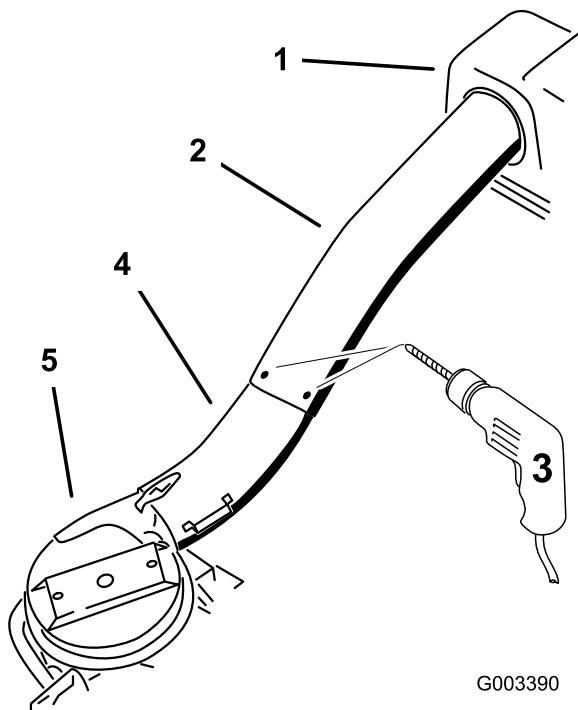

Figura 24
- 10. Usando los 3 orificios o muescas del tubo superior como guía, perfore 3 orificios (5.6 mm [7/32"] de diámetro) en el punto de unión de los tubos superior e inferior (Figura 24).